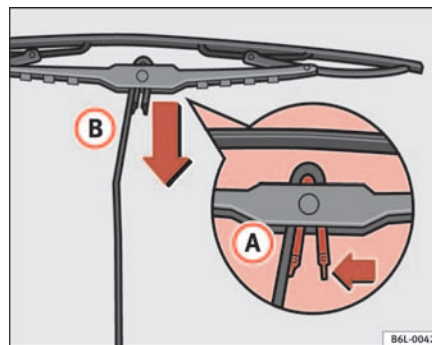

Fig. 127 Remplacement du balai d'essuie-glace arrière
- Repoussez le ressort d'arrêt dans le sens de la flèche (A) ⇒ fig. 127.